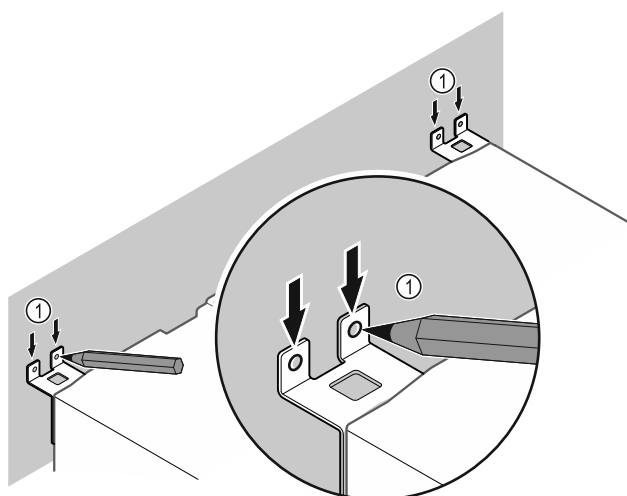

Fig. 12
- ▶ Udělejte na stěnu značky Fig. 12 (1).